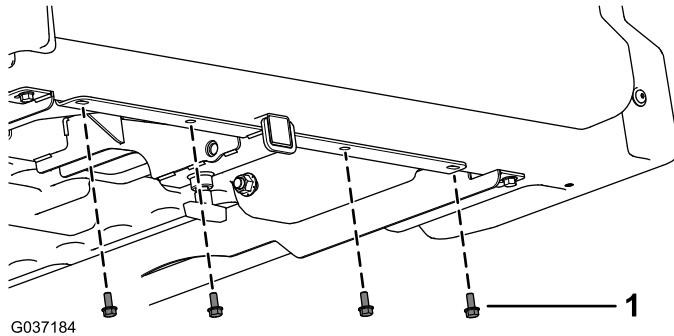

Рисунок 2
1. Отверните 4 имеющихся винта с шестигранными фланцевыми головками (5/16 x 3/4 дюйма) с нижней части грузового кузова (Рисунок 2).